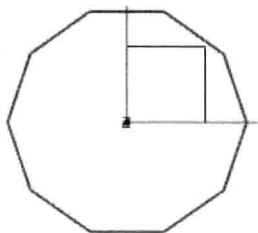
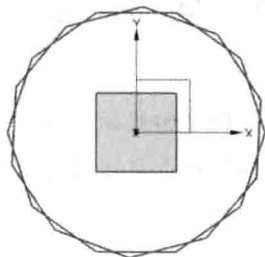
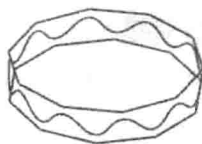

图 1.2.1 多边形 1
图 1.2.2 多边形 2
图 1.2.3 艺术样条
Step2. 创建图 1.2.1 所示的多边形 1。选择下拉菜单 **插入(I)** → **曲线(C)** → **多边形(P)** 命令；在多边形对话框中的 **边数** 文本框中输入值 10。单击 **确定** 按钮，单击 **内切圆半径** 按钮，在 **内切圆半径** 文本框中输入值 50，单击两次 **确定** 按钮，然后单击 **取消** 按钮，完成多边形 1 的创建。
Step3. 创建图 1.2.2 所示的多边形 2。选择下拉菜单 **插入(I)** → **曲线(C)** →
④ **多边形(P)** 命令；在多边形对话框中的 **边数** 文本框中输入值 10。单击 **确定** 按钮，单击 **内切圆半径** 按钮，在 **内切圆半径** 文本框中输入值 50，在 **方位角** 文本框中输入值 15，单击 **确定** 按钮，系统弹出“点”对话框。在“点”对话框 **输出坐标** 区域的 **Z** 文本框中输入 20，单击 **确定** 按钮，然后单击 **取消** 按钮，完成多边形 2 的创作。
Step4. 创建图 1.2.3 所示的艺术样条。选择下拉菜单 **插入(I) → 曲线(C) → 艺术样条(E)** 命令；在 **类型** 区域的下拉列表框中选择 **根据极点** 选项，在 **参数化** 区域的 **次数** 文本框中输入值 2，选中 ☒ **封闭** 的复选框，其他参数都为默认设置；在指定极点位置依次选取图 1.2.1 和图 1.2.2 所示的边线的端点为参考，单击 **确定** 按钮，完成艺术样条的创作。